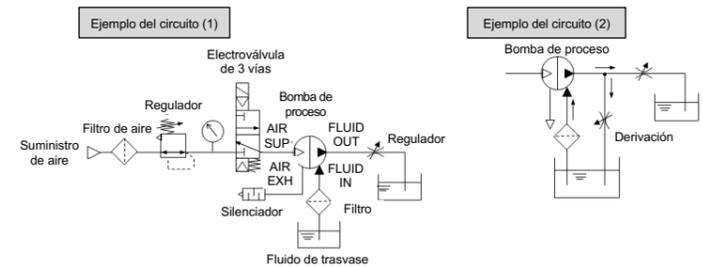

Fig. 2 Ejemplos de circuitos de accionamiento automático
Consulte la Fig. 2 para ver ejemplos de circuitos.
<Arranque y parada> Consulte el ejemplo de circuito (1) [Fig. 2].
- Para regular el caudal que sale por la conexión de descarga <FLUID OUT>, use el regulador conectado en el lado de descarga. Consulte el ejemplo de circuito (1) [Fig. 2].
- Si el producto se utiliza con un caudal de descarga inferior al rango especificado, cree un circuito de -derivación desde el lado de descarga hasta el lado de succión para garantizar el caudal mínimo en el interior de la bomba de proceso. Si el caudal de descarga es inferior al caudal mínimo, la bomba puede pararse debido a un funcionamiento inestable. Consulte el ejemplo de circuito (2) [Fig. 2] (Caudal mínimo: 56-PA3##0 1 l/min, 56-PA5##0 5 l/min).